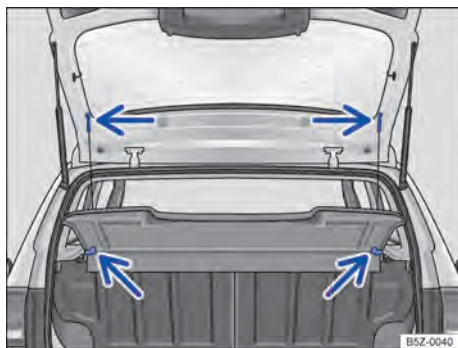

Fig. 138 No compartimento de bagagem: remover e instalar a cobertura do compartimento de bagagem.
- Desprender os cordões de retenção do suporte da tampa traseira → Fig. 138 (setas superiores).
- Retirar a cobertura do compartimento de bagagem por trás, para fora dos suportes laterais → Fig. 138 (setas inferiores).
- Empurrar a cobertura do compartimento de bagagem para a frente, introduzindo-a nos suportes laterais → Fig. 138 (setas inferiores).
- Encaixar os cordões de retenção na tampa traseira → Fig. 138 (setas superiores).